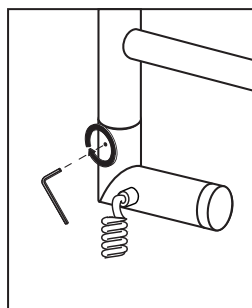

Рис.6
- 4.7. Зафиксируйте корпус стопорным винтом (рис. 6).